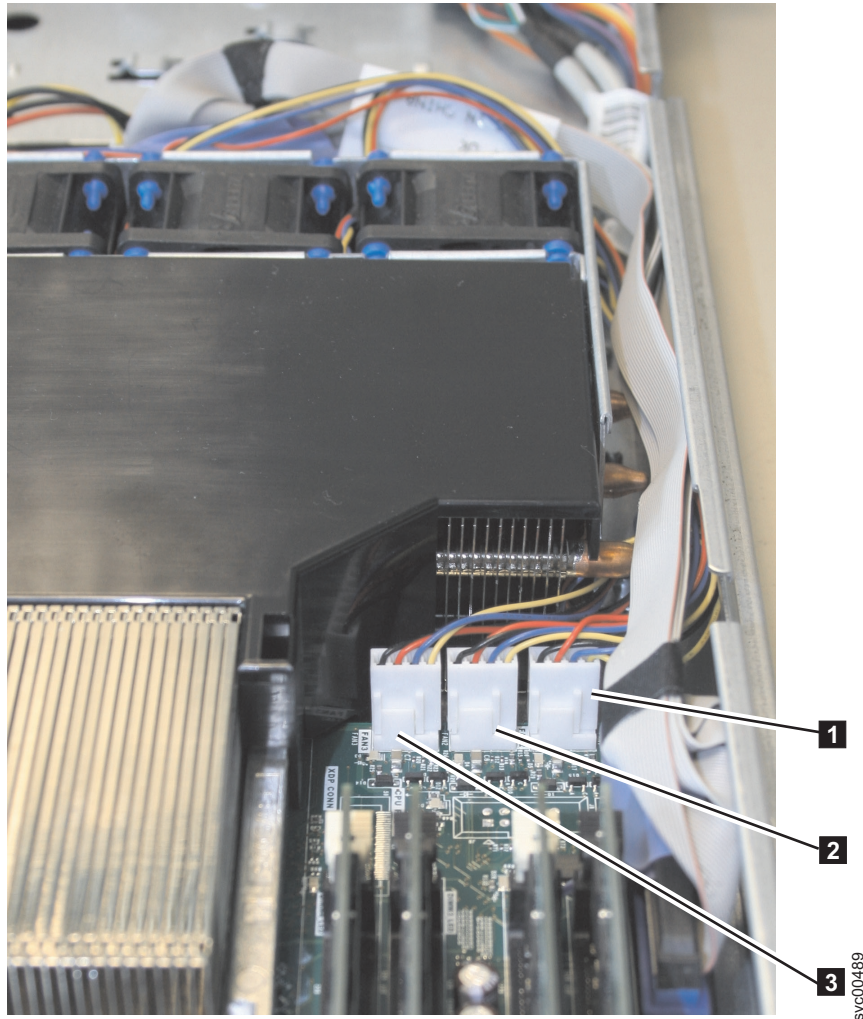

図 269. SAN ボリューム・コントローラー 2145-8A4 熱交換ファンのコネクター
12. システム・ボードの前端に沿って 5 個のファン・コネクタを取り外します。328 ページの図 269 は、ファン・コネクタのうち 3 個を示しています。